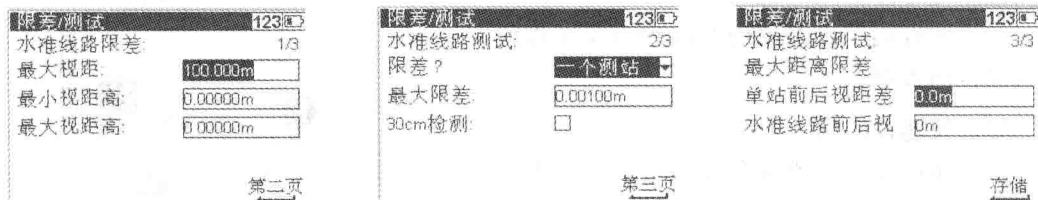

图 1-1-7 【限差/测试】界面
3) 返回【配置菜单】，单击【限差/测试】，显示图 1-1-7 所示界面。